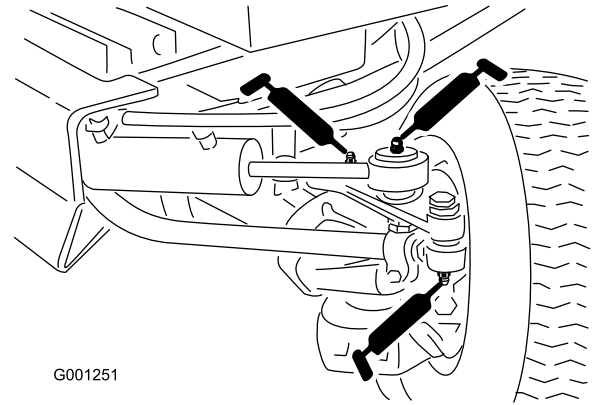

Figura 44
- Rótulas de las barras de acoplamiento (2) (Figura 44)
- Extremos de las bielas (2) (Figura 44)
- Puntos de giro de la dirección (2) (Figura 44)
- Pasador de giro del eje (Figura 44)